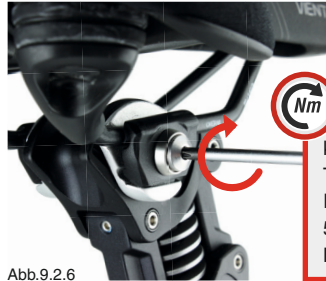

Abb.9.2.6
2. Wenn Sie Ihre Sattelposition gefunden haben, ziehen Sie die beiden Sattelklemmschrauben mit dem vorgeschriebenen Anzugsmoment von 11-12 Nm mit einem Drehmomentschlüssel an (Abb.9.2.6). Ein Hinweis auf das korrekte Anzugsmoment ist ebenfalls oben an beiden Sattelklemmen aufgedruckt.